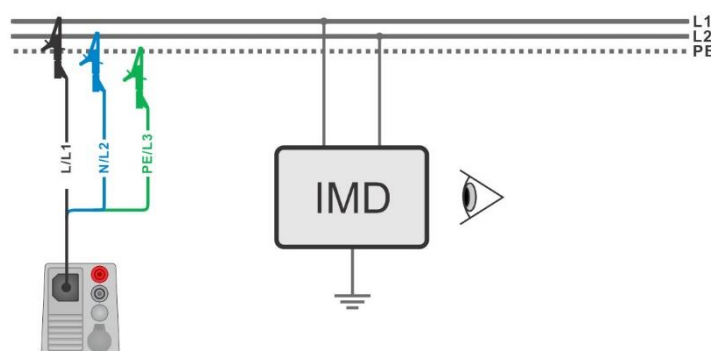

Abbildung 7.98: Anschluss mit 3-adrigem Prüfleiter
- › Schließen Sie den 3-adrigen Prüfleiter am Prüfobjekt an, siehe **Abbildung 7.98**.